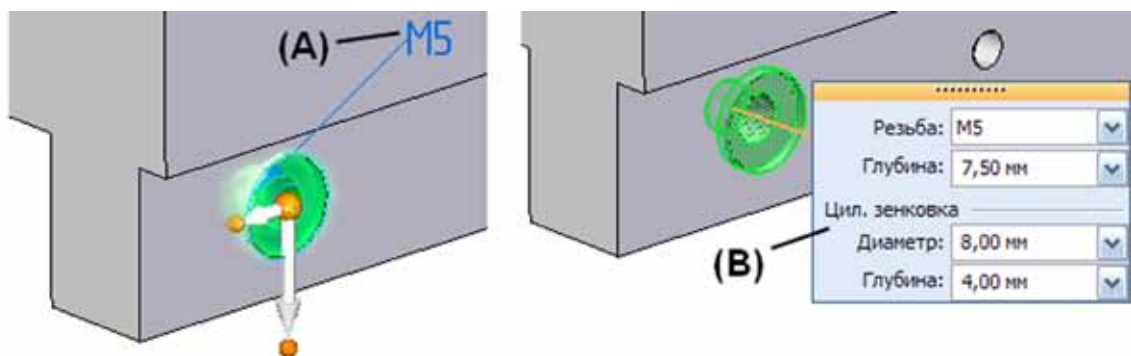

Рисунок 4. Процедурные элементы – полный аналог конструктивных элементов в параметрических системах
ными (процедурными) элементами тогда, когда это необходимо. Например, наиболее сложные элементы строятся именно с использованием этого подхода. К ним относятся отверстия, тонкостенные оболочки, массивы, фаски/скругления и некоторые другие элементы, которые, опять же, не связываются друг с другом отношениями «родитель-потомок». При этом для редактирования этих элементов конструктор использует возврат к диалогу задания их параметров, а не инструменты прямого редактирования (Рисунок 4). Чтобы отредактировать такой элемент, достаточно его выбрать и щелкнуть мышью на появившийся элемент редактирования (маркер) (A), что вызовет диалог параметров этого элемента (B). Выбирая новое значение параметра, конструктор изменяет этот элемент. Таким образом, синхронная технология содержит элементы параметрического моделирования, что значительно упрощает ее изучение для тех, кто имеет навыки работы с параметрическими системами.